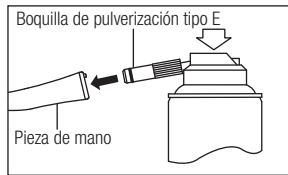

Fig. 15
- 2) Inserte la boquilla de pulverización en la parte trasera de la pieza de mano. Sostenga la pieza de mano y pulverice 2-3 veces durante unos 2-3 segundos cada vez. Aplique lubricante hasta que sobresalga del cabezal de la pieza de mano durante al menos 2 segundos (Fig. 15).
- 3) Lubrique la pieza de mano con NSK PANA SPRAY Plus / PANA SPRAY (Fig. 15) o el sistema de limpieza y lubricación automática de piezas de mano de NSK.